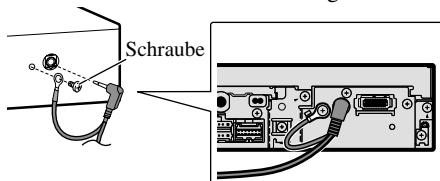

Abb. 7
1. Lichtleiterkabel und Erdungskabel an der Haupteinheit anschließen. (Abb. 7)